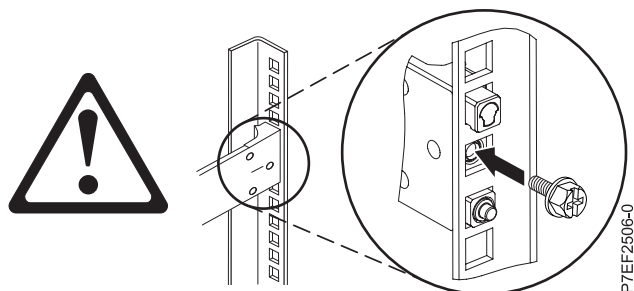

Figura 4. Recolocación del tornillo
4. Vuelva a colocar el tornillo que ha extraído en el paso anterior, como se muestra en la Figura 4.